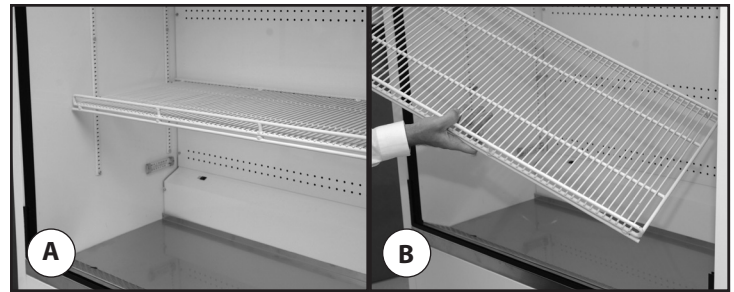

Abb. 1. Den Drahteinschub drehen.
1. Den Drahteinschub drehen. Die Einschubrückseite ist nun vorne. Siehe Abb. 1.